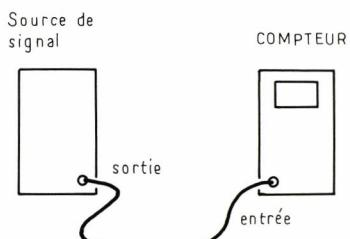

Fig. 4 : Source de signal à fréquence stable (FS) connectée à un compteur fréquencemètre.
Les méthodes de mesures conventionnelles à l'aide d'un Compteur-Fréquencemètre sont utilisées lorsque l'on désire mesurer un signal à fréquence stable (FS) (fig. 4). Le signal à mesurer est connecté au Compteur, dans lequel il est accumulé pendant un